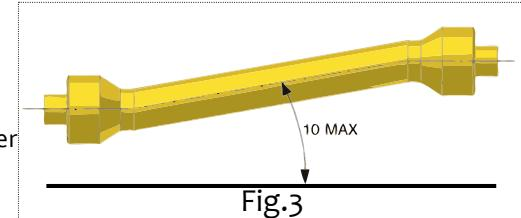

Fig.3
- Die Zapfwelle ausschalten, wenn die Gelenkwelle einen zu offenen Winkel (nie über 10 Grad, Abb. 3) aufweist und wenn sie nicht benutzt wird.
Falls es erforderlich sein sollte, die Maschine über eine längere Strecke zu transportieren, kann diese auf einen Lkw oder einen Bahnwaggon verladen werden. Zu diesem Zweck die Daten zu Gewicht und Abmessungen im Absatz «**1.6 Technische Daten**» nachlesen. Diese Daten sind nützlich, um zu prüfen, ob die Maschine durch Tunnel und Engpässe transportiert werden kann. Für das Heben des Geräts vom Bodenniveau bis auf die Verladefläche kann man einen Kran mit angemessener Tragfähigkeit verwenden, wenn man das Gerät an den gezeigten Lastaufnahmestellen anschlägt. **Verladen mittels Kran:** Sicherstellen, dass der zum Heben des Geräts zur Verfügung stehende Kran eine passende Tragfähigkeit aufweist. Die Lastanschlagstellen zum Heben sind gut sichtbar und werden durch Aufkleber kenntlich gemacht. Siehe Abb. 3. Das Gerät sehr vorsichtig heben und es langsam und ruckfrei auf dem Lkw oder dem Eisenbahnwaggon absetzen.